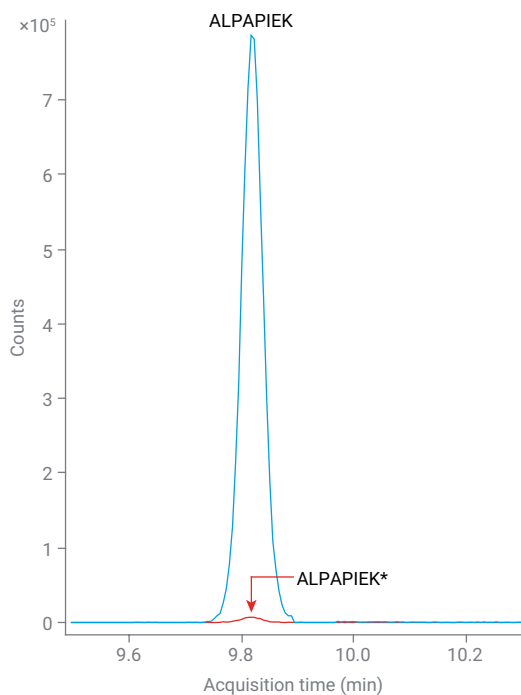

図 2. 同位体標識および非標識ペプチド ALPAPIEK の抽出イオンクロマトグラムの重ね表示
- 同位体標識ペプチドペア：この製品には、C 末端リジンの  $^{13}\text{C}$  および  $^{15}\text{N}$  標識があるものとないもの両方の配列 ALPAPIEK が含まれています。安定同位体標識変異体は、MS データにおいて +8 Da の質量シフトを生成しており、非標識変異体と 1:100 の比で混合されているため、MS 検出器のダイナミックレンジを検証することができます (図 2)。